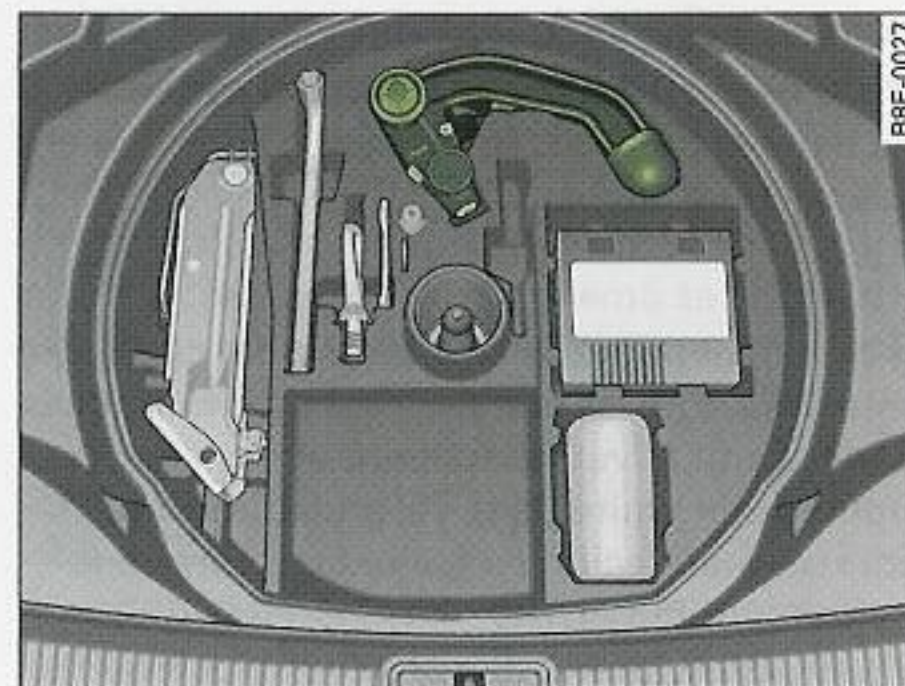

Fig. 210 Maletero:
- Para vehículos con juego para reparación de neumáticos ⇒ fig. 210.